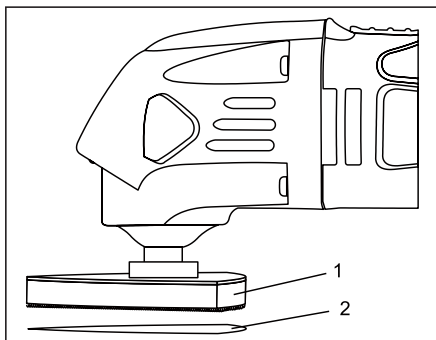

Fig. 3
1. Установите шлифовальную тарелку (1) на инструменте (рис. 3).
2. Плотно прижмите кожу (2) к подложке.